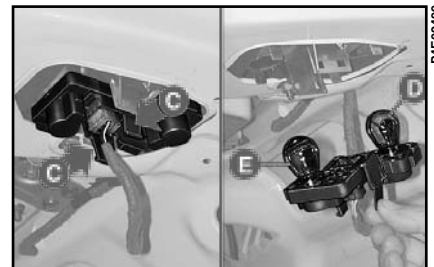

fig. 22
3) Apăsăți clemele **C-fig. 22** care blochează soclul și scoateți-l din locaș.
4) Extrageți becul desfăcând încet în sens antiorar, **fig. 22**.
Becurile **fig. 22** sunt de tipul: